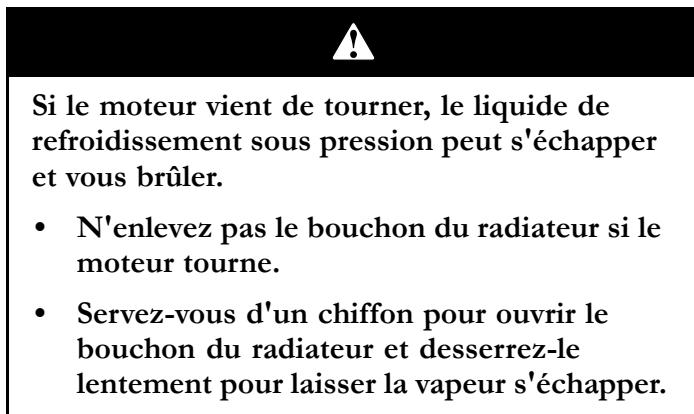

Figure 15
1. Retirez le bouchon du radiateur et le bouchon du vase d'expansion avec précaution (Figure 15).